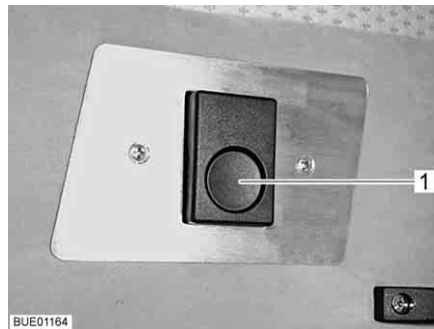

Bild 121 Verriegelung
- Entriegelungsknopf (Bild 121,1) drücken. Die Verriegelung ist gelöst.